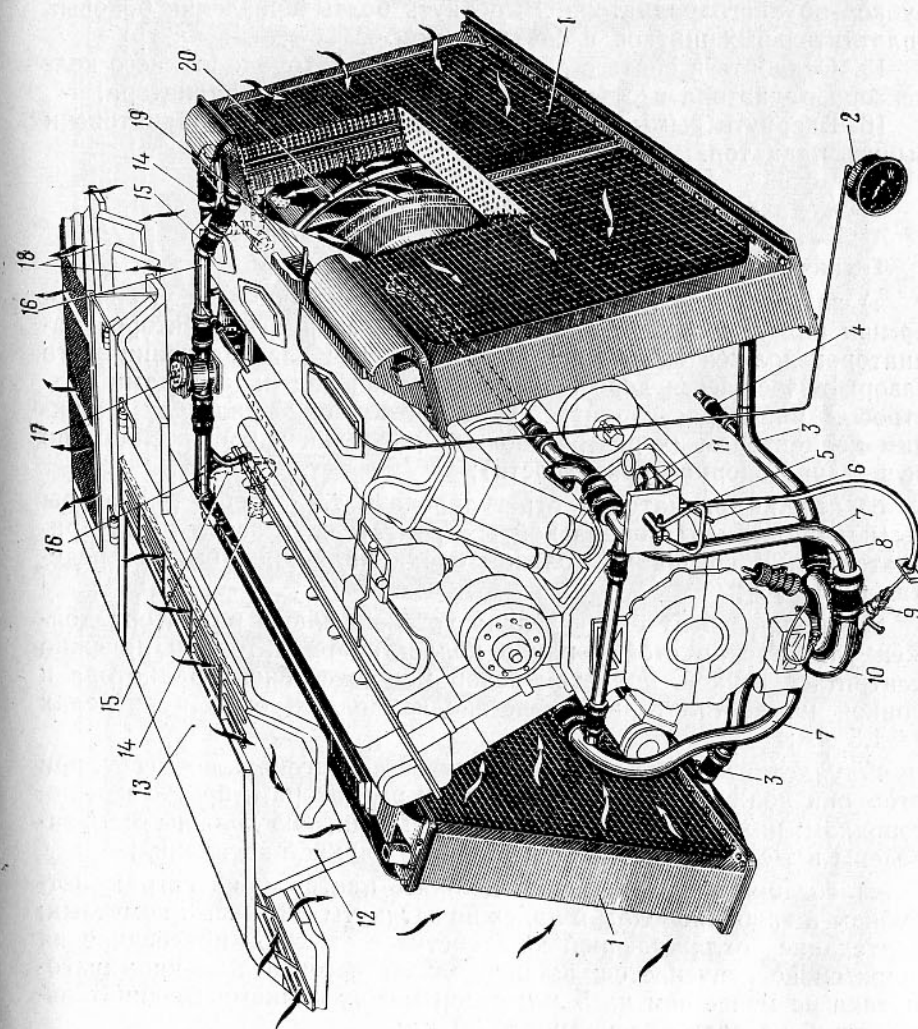

Рис. 47. Система охлаждения:
1. Открыть крышку люка над двигателем и отвернуть пробку заливного тройника 17 (рис. 47).
14. Ослабить и снять стяжные хомуты соединительных шлангов трубопроводов 15, 16 (рис. 47) и отъединить шланги от патрубков водяного радиатора. Вывернуть болты крепления боковых уплотнительных щитков и снять щитки.
6. Закрепить соединительные шланги трубопроводов 3, 15, 16 (рис. 47) на патрубках радиатора стяжными хомутами (см. Технические условия, п. д).
5. Отвернуть накидную гайку и отъединить трубку автоматической масленки 8 (рис. 47) от корпуса водяного насоса. Снять уплотнительные прокладки.